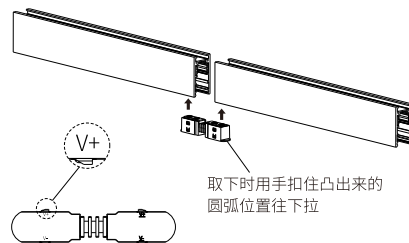

图12
1. 请按照箭头方向将导电接头推入灯体中直到卡扣产生”滴答“响声，接头安装成功，如图12所示；